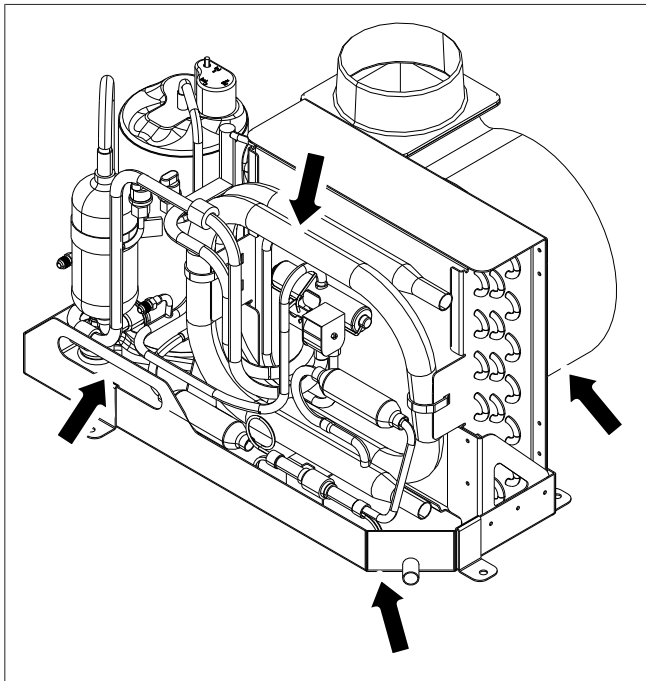

Fig. 7 Trasporto dell'apparecchio
- ▶ Trasportare l'apparecchio soltanto dalla vasca per la condensa, dal ventilatore o dalla parte superiore del tubo del condensatore. Non afferrare né trasportare mai l'apparecchio da altri condotti. V. Fig. 7.